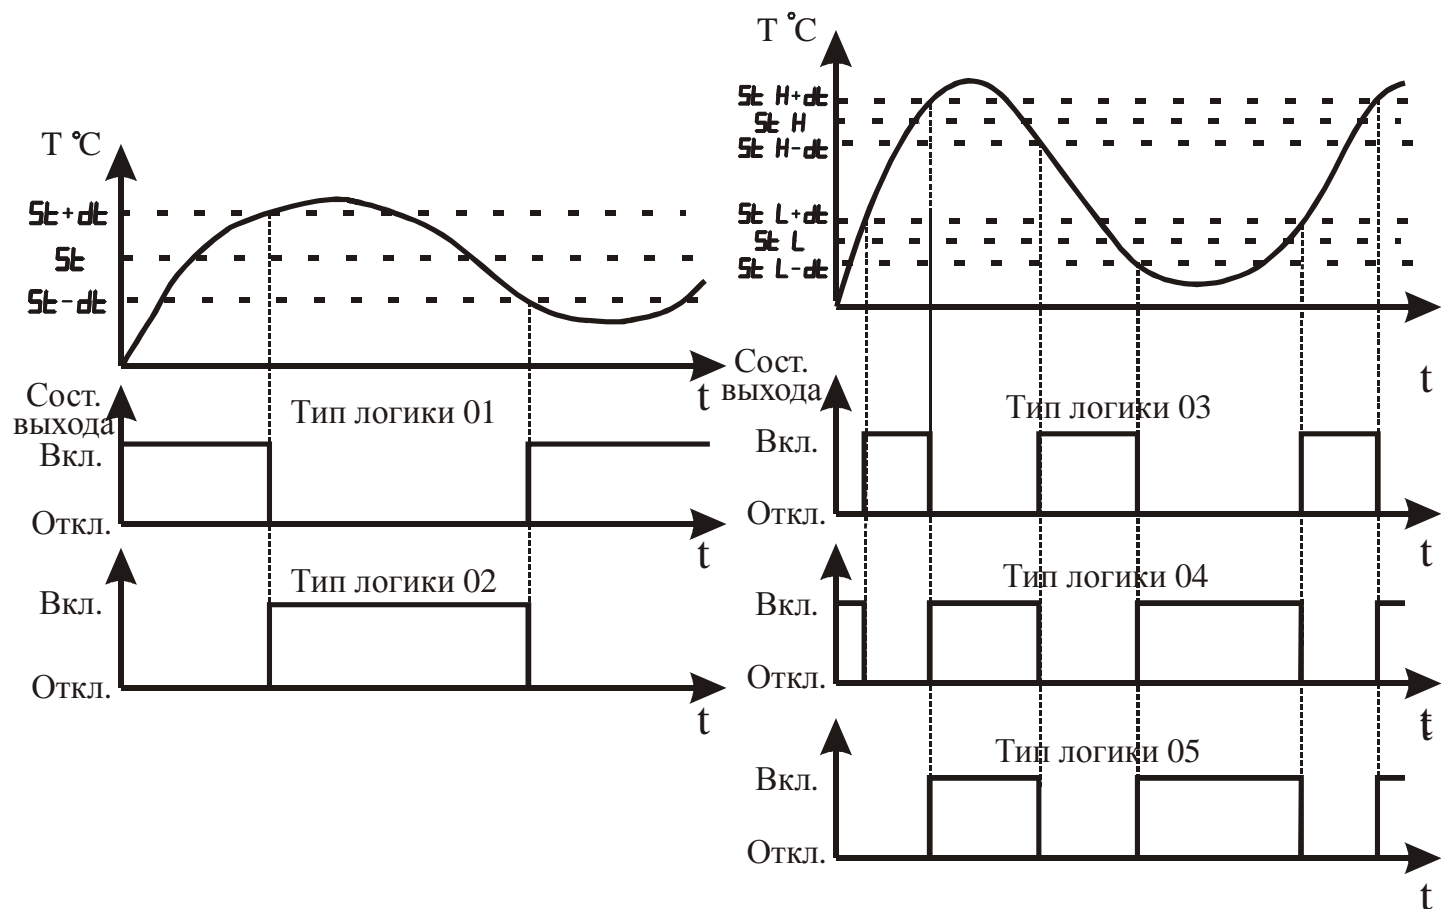

Рисунок 3.13 – Графическое представление типов логики работы выхода
3.3.3.9 Параметр “Тип логики работы прибора” определяет алгоритм управления исполнительным устройством (см. рисунок 3.13).
Тип логики “05” (модернизированная “U”-образная), в основном, аналогичен типу логики 04. Отличие состоит в том, что работа выходного устройства разрешается только после первого превышения регулируемой температурой значения $St H + dt$ (см. рисунок 3.13).